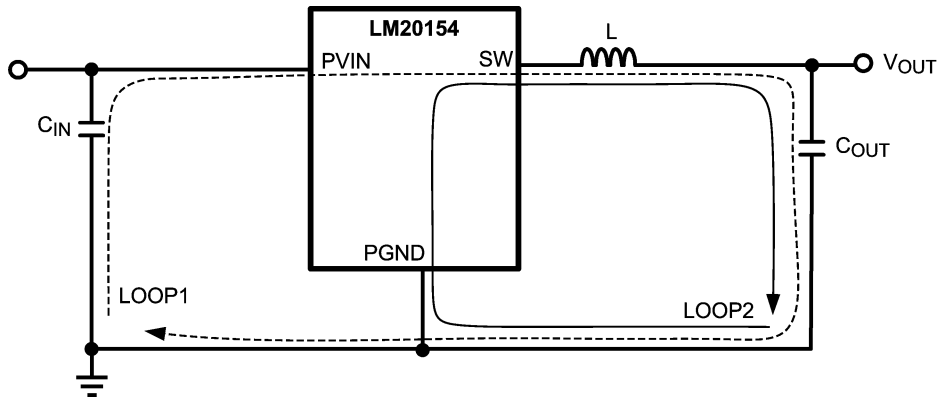

FIGURE 10. Schematic of LM20154 Highlighting Layout Sensitive Nodes
1. スwitchingされた電流ループの面積を最小限に抑えます。降圧型レギュレータには電流がきわめて高速にスイッチする 2 個のループが存在します。最初のループは入力コンデンサから始まり、レギュレータの VIN ピン、レギュレータの SW ピン、インダクタ、そして出力コンデンサおよび出力負荷につながる経路です。もう 1 つは、出力コンデンサのグラウンドから始まり、レギュレータの PGND ピンを通して、インダクタから出力負荷へと至るループです (Figure 10 参照)。両方のループ面積を最小化するために、入力コンデンサを PVIN ピンの可能な限り近くに配置してください。入出力コンデンサ両方の接地には、PGND に接続する小型の局部的な側プレーンおよびダイ・アタッチ・パッド (DAP) があます。インダクタを SW ピンおよび出力コンデンサの可能な限り近くに配置してください。